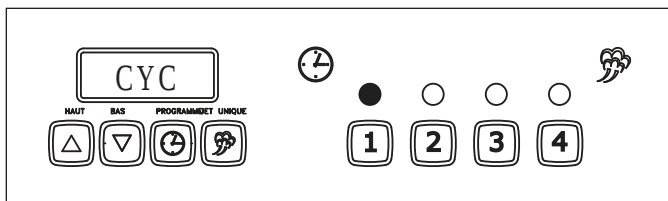

Figure 4. Mode CYC sur Menu 1
**(CYC) (durée totale de cycle)** désigne la durée totale de cuisson définie pour le produit (Figure 4).